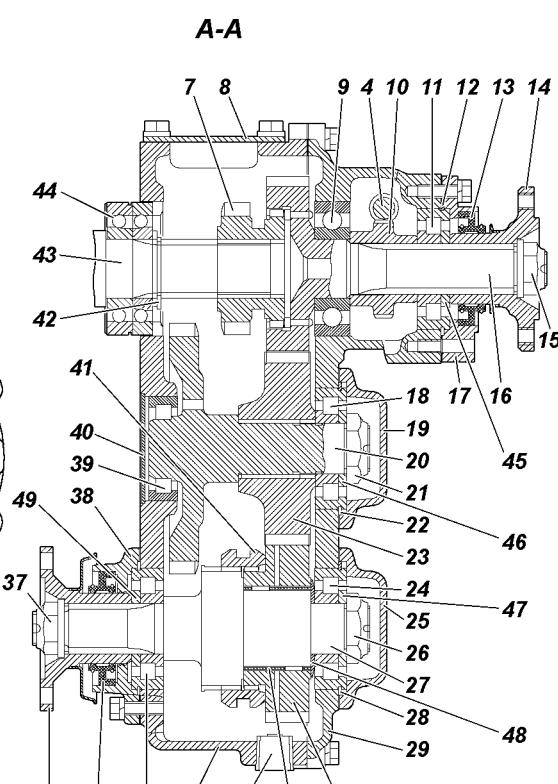

Рис. 7.1. Раздаточная коробка:
Раздаточная коробка (рис. 7.1) двухступенчатая с понижающей передачей, механическая, с одним рычагом переключения и датчиком включения переднего моста.
**Осевой зазор шестерни привода переднего моста (зазор между шестерней 30 (см. рис. 7.1) и упорной шайбой 48):**